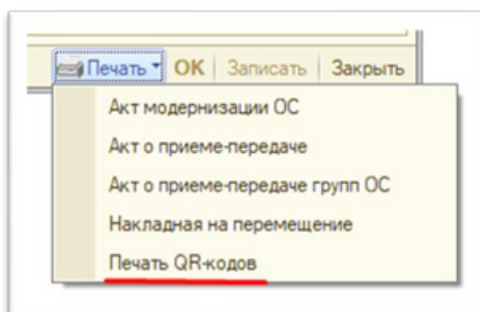

Рис. 8. Печать из меню документа.
- В документах «Ввод материалов в эксплуатацию», «Ввод в эксплуатацию, модернизация ОС», «Перемещение материалов в эксплуатации» и «Перемещение ОС» и из меню печати (Рис. 8)